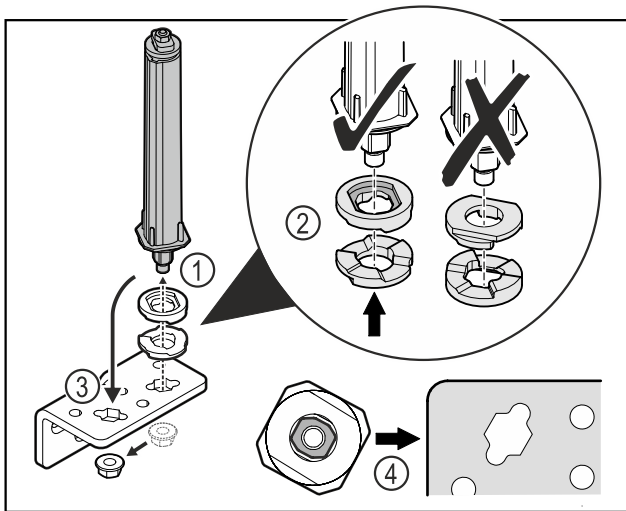

Fig. 34
- ▶ Lossa muttern och ta bort dörrlåssystemet Fig. 34 (1).
- ▶ Se till att rikta brickorna för höjdjustering korrekt Fig. 34 (2).
- ▶ Flytta dörrlåssystemet i gångjärnsfästet och fixera med muttern Fig. 34 (3).
- ▶ Kontrollera att dörrlåssystemet är korrekt riktat vid monteringen Fig. 34 (4).